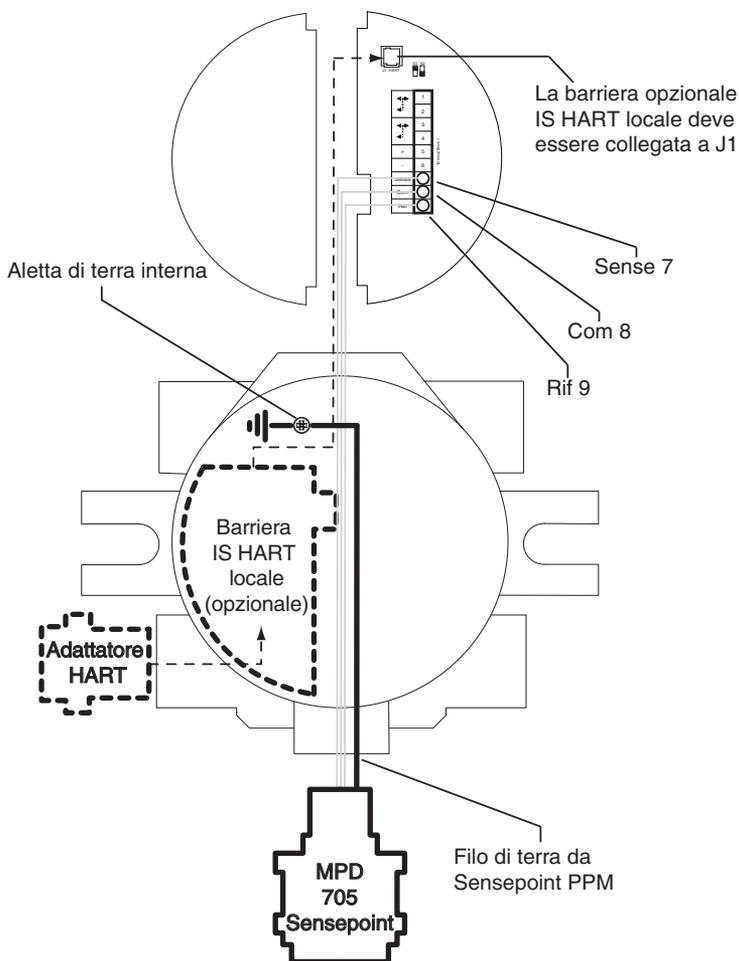
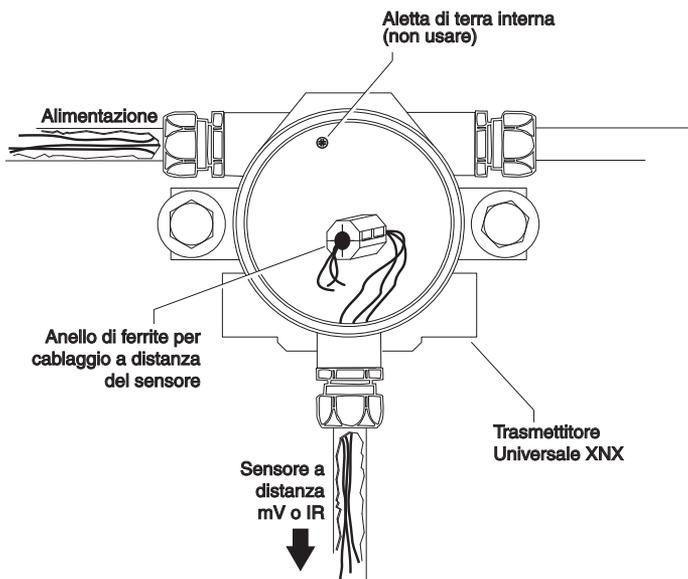

Figura 14. Cablaggio personalizzazione mV
Figura 16. Cablaggio con anello in ferrite
10. Sul trasmettitore, far passare i fili attraverso l'anello di ferrite come illustrato nella Figura 16 e terminare il cablaggio sulla morsetteria ad innesto come mostrato in Figura 14.
Nelle configurazioni con MPD montato a distanza, i tre fili che collegano il sensore alla morsetteria ad innesto devono passare attraverso l'anello di ferrite (codice 0060-1051 fornito con il kit degli accessori) come mostrato in Figura 16.